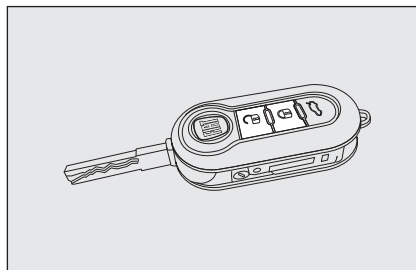
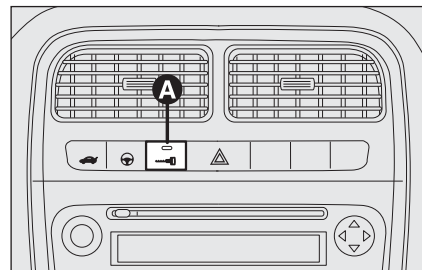

fig. 70
fig. 72
Con las puertas cerradas presionar el botón  en el mando a distancia **fig. 70** o introduzca y gire la placa metálica en la cerradura de la puerta del lado del conductor hacia la derecha. El bloqueo efectivo de las puertas se señala mediante el encendido único del led en el botón **A-fig. 72**. El bloqueo de las puertas se activa únicamente si todas las puertas están cerradas. Si hay alguna puerta abierta después de presionar el botón  del mando a distancia **fig. 70**, los intermitentes y el led del botón **A-fig. 72** parpadean rápidamente durante aproximadamente 3 segundos.
En cambio, si una o más puertas están abiertas tras girar la pieza metálica de la llave, sólo el led del botón **A-fig. 72** parpadea rápidamente durante aproximadamente 3 segundos. Con las puertas cerradas y el maletero abierto, las puertas se bloquean: los intermitentes (sólo bloqueándolas con la tecla  **fig. 70**) y el led de la tecla **A-fig. 72** parpadean rápidamente durante unos 3 segundos.
De todas formas, con la función activada es posible desbloquear las cerraduras de las demás puertas, pulsando la tecla **A-fig. 72** ubicada en la consola central.
Pulsando dos veces rápidamente la tecla  en el mando a distancia **fig. 70** se activa el dispositivo dead lock (consulte el apartado "Dispositivo dead lock").
Pulse brevemente la tecla  **fig. 70** para desbloquear las puertas a distancia, encienda las lámparas interiores (encendido temporizado) y los intermitentes parpadean dos veces, o bien, introduzca la
Presione la tecla **A-fig. 72** para bloquear/desbloquear todas las puertas. El botón tiene un led que indica el estado (puertas bloqueadas o desbloqueadas) del vehículo: Cuando las puertas están cerradas el led del botón está encendido y al pulsar el botón se abren en modo centralizado todas las puertas y se apaga el testigo. Cuando las puertas están abiertas el led está apagado y al pulsar el botón se cierran en modo centralizado todas las puertas. El bloqueo de las puertas se activa únicamente si todas las puertas están bien cerradas.
no será posible desbloquearlas mediante la tecla **A-fig. 72** ubicada entre los mandos del salpicadero.
- ☐ la tecla **A-fig. 72** de bloqueo/desbloqueo;
El dispositivo se activa automáticamente en todas las puertas en caso de que se pulse dos veces rápidamente la tecla **Ⓛ** en la llave con mando a distancia **fig. 70**.
La activación del dispositivo se indica con 3 parpadeos de los intermitentes y con un parpadeo del led de la tecla **A-fig. 72** ubicada entre los mandos del salpicadero.